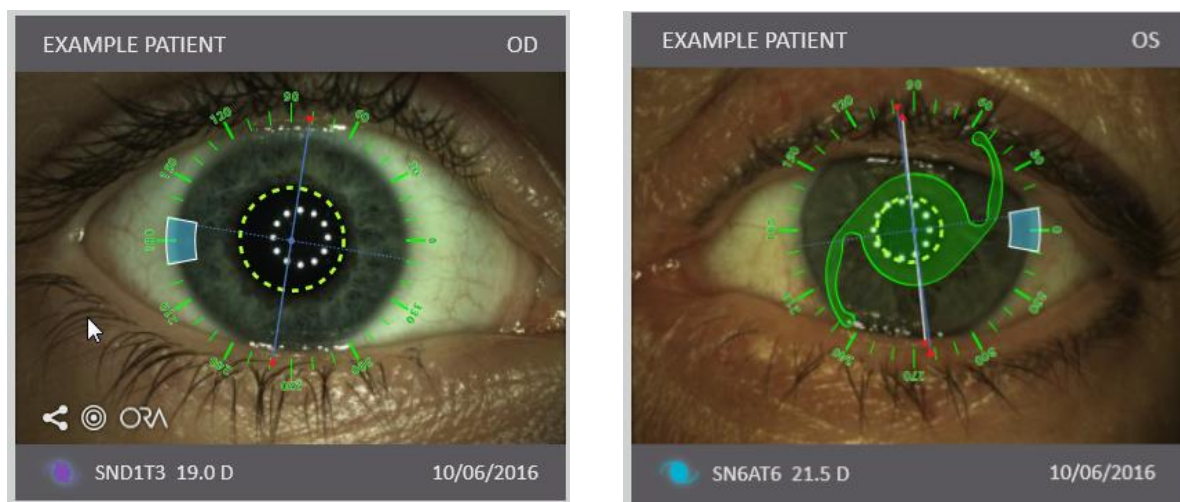

Рис. 63. Наложение дополнительных данных для экспортированных и завершенных случаев
- Если план операции полностью сформирован и линза уже выбрана, они будут показаны под изображением вместе с запланированной датой операции (Рис. 63 слева).
- Если план был экспортирован на определенное устройство, то на изображение будет наложен специальный значок, обозначающий это конкретное устройство (Рис. 63 слева).
- Для выполненных операций информация об имплантированной линзе отображается под эталонным изображением, а значок импланта с датой операции над ним (Рис. 63 справа).